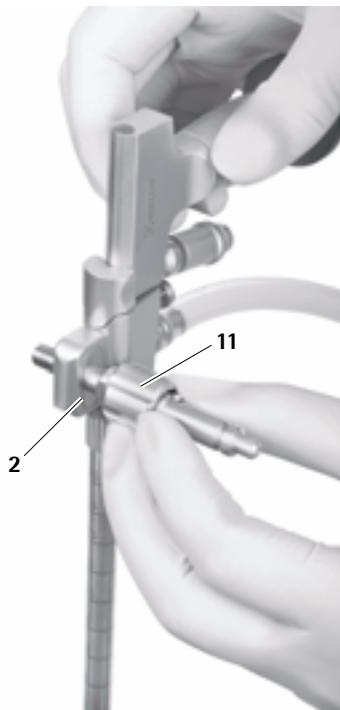

Fig. 18
- Enfoncer l'adaptateur pour bras de maintien **11** latéralement (au choix : à droite ou à gauche) dans l'alésage, jusqu'à ce que la bride s'enclenche dans la rainure prévue **2**, qui sert à fixer le bras de maintien, voir Fig. 18.